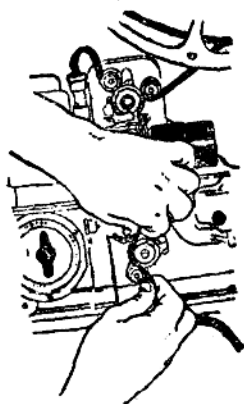

图1-19 影片装经收片齿轮
⑤把影片繞經减震滑輪，装在收片齿輪上，使齿孔与輪齿套好，如图1.19。
⑥把影片繞經灯箱下面的三个